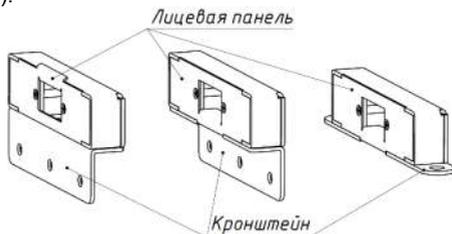

Рис. 4 – Возможные варианты сборки ответной части (внутренний/наружный варианты ответной части, вариант ответной части с плоским кронштейном)
- 2) Развернуть кронштейн таким образом, чтобы сторона кронштейна с крепежными отверстиями оказалась заподлицо тыльной стороне ответной части (см. рис. 4,5).